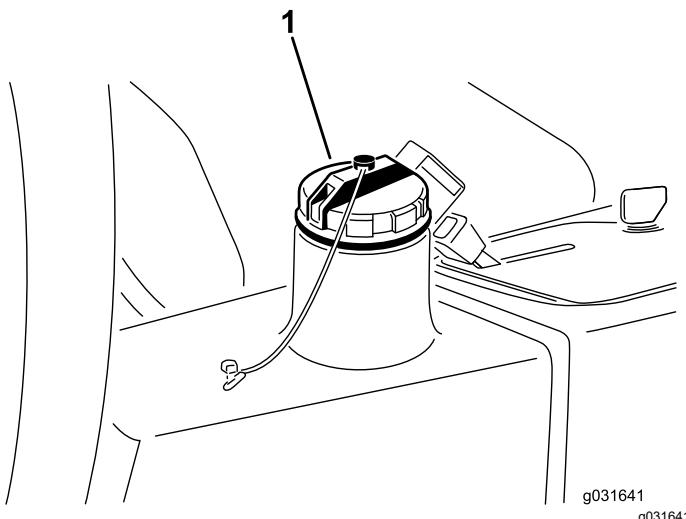

Figura 67
4. Encha o reservatório (Figura 67) com aproximadamente 13,2 litros de fluido hidráulico; consulte Especificações do fluido hidráulico \(página 58\) e Verificar o nível do fluido hidráulico \(página 59\).